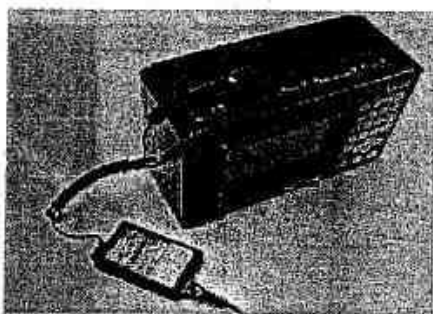
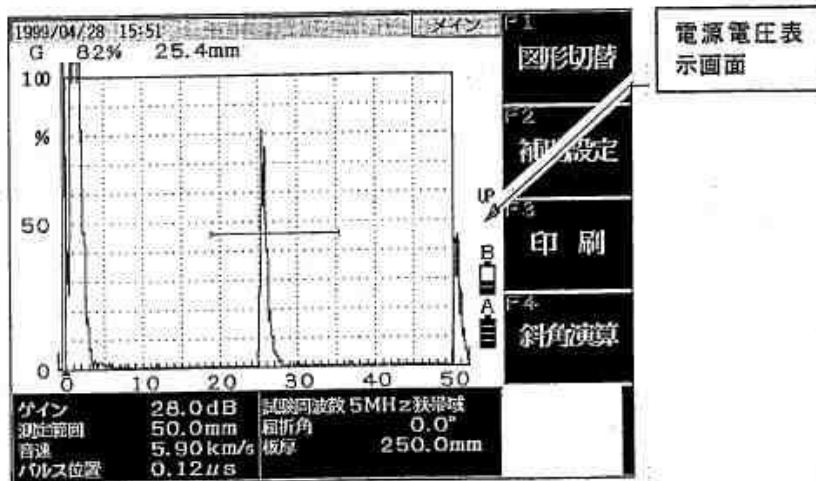

図 4.1.2 UI-23 と A Cアダプタの接続
図 4.1.3 電源電圧表示画面
UI-23 と A Cアダプタの接続を図 4.1.2に示します。
- ① ACアダプタの出力ケーブルを、UI-23 の直流電源入力ジャック [DC IN 12V] に接続します。(図 4.1.2参照)
- ② ACアダプタの入力プラグを、AC100 ~240 V, 50~60 Hz の電源に接続します。
- ③ 電源キーを3秒以上押します。この操作で、このスイッチの上のパイロット・ランプが点灯し、動作を開始します。
- ④ 電源キーを押してから、約5秒後にブルーバックの画面が出てきますので、その間お待ち下さい。この間に異常(焦げ臭い匂い、煙、異音等)が感じられた場合は、直ちに電源キーを再度押して電源をオフにして下さい。また、A Cアダプタの出力ケーブルをUI-23 の直流電源入力ジャックから外すか、A Cアダプタの入力ケーブルを、A C電源から外して下さい。
- ⑤ 更に、図 4.1.3に示すように、この画面の右下に電源の電圧を示す [A]、[B] 2個の乾電池形のバーグラフが表示されますので、[A] のバーグラフのバーが『緑色』で3/4 以上であることを確認して下さい。